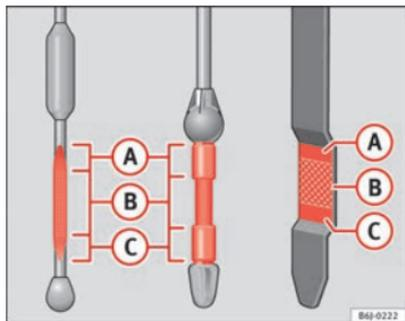

Fig. 144 Asta di misurazione livello olio motore
- In seguito, estrarla di nuovo e controllare il livello dell'olio ⇒ fig. 144. Se necessario, rabboccare dell'olio.